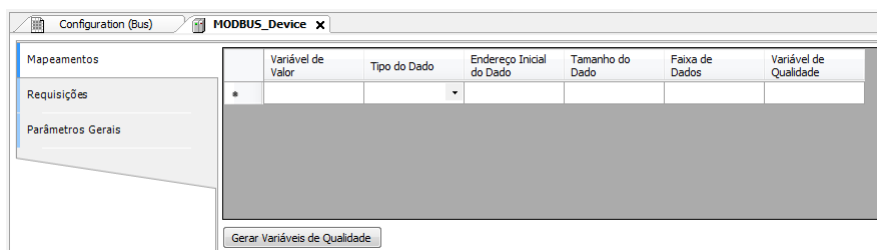

Figura 86: Tela de Mapeamentos de Dados MODBUS
- Adicionar e configurar os mapeamentos MODBUS na aba Mapeamentos conforme Figura 86, especificando o nome da variável, tipo de dados e endereço inicial do dado, o tamanho do dado e a faixa são preenchidos automaticamente.